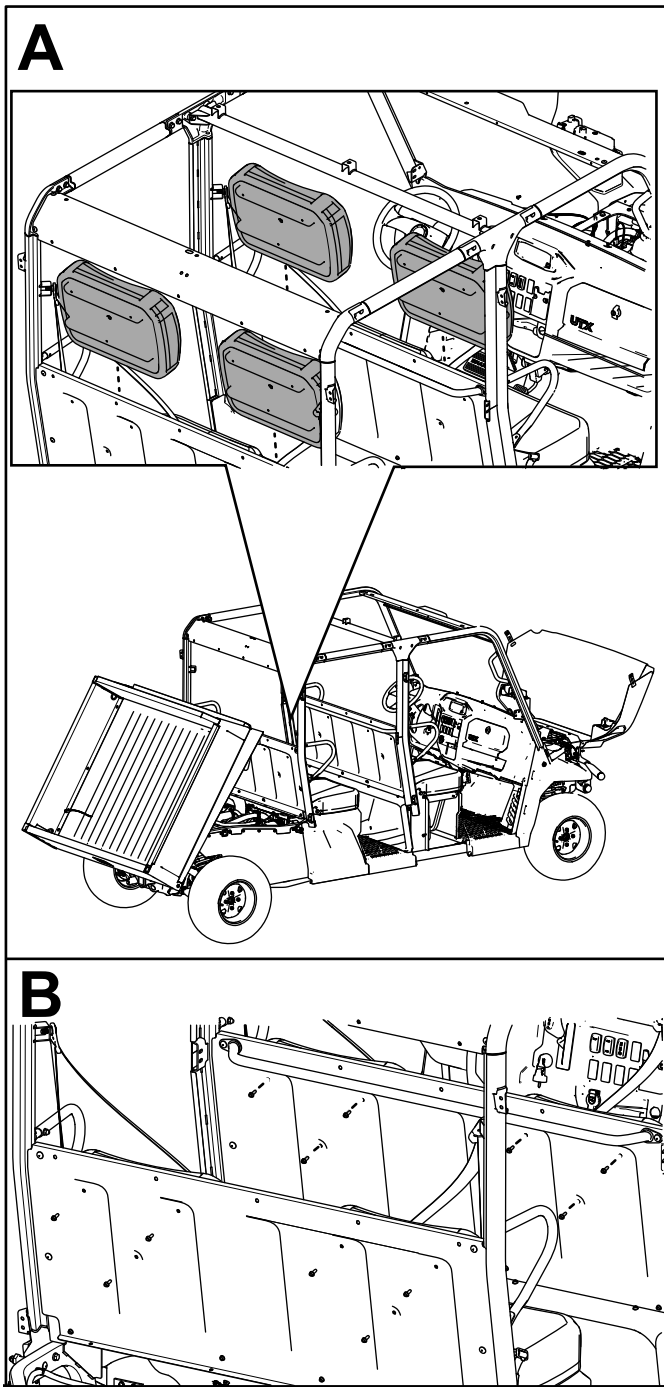

Figura 55
28. Fije los 4 respaldos de asiento a los paneles de asiento con 12 pernos de cabeza hexagonal con arandela prensada ($\frac{1}{4}$ " x $\frac{3}{4}$ "), tal y como se muestra en la **Figura 55**.